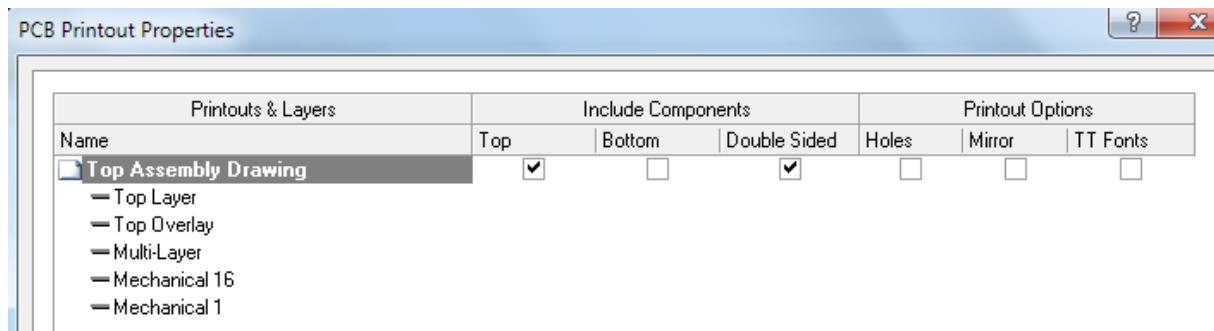
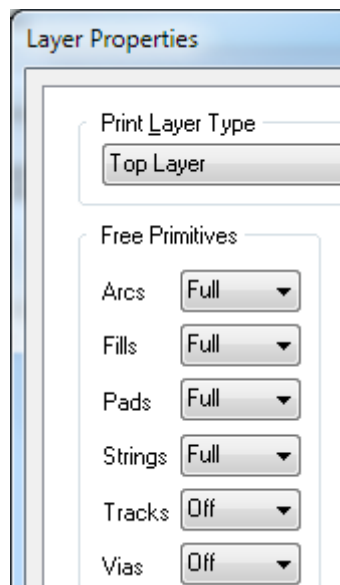

Рис. 132. Свойства сборочного чертежа платы
Рис. 133. Свойства слоя Top Layer для сборочного чертежа платы
16. Сформировать сборочный чертеж платы. Нажать на строку Add New Assembly, выбрать Assembly Drawings и свою топологию. Задать конфигурацию этого чертежа так, как показано на Рис. 132. При этом свойства слоя Top Layer (через контекстное меню) надо установить в соответствии с Рис. 133.